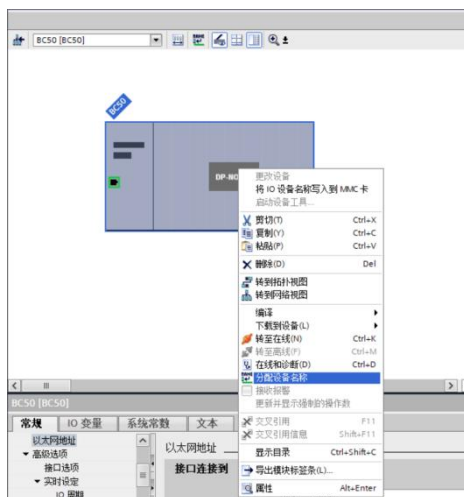

Fig 75. PLC Profinet-为 BC50 读码器配置设备名称
7. 双击 BC50 的图标，进入单独硬件设置界面（见 Fig 75），然后鼠标右击 BC50 图标，选择分配设备名称。